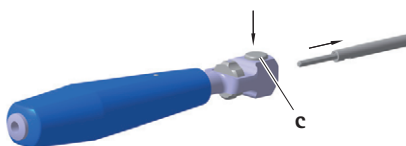

Fig. 2
- ▶ Premere il pulsante **c** e rimuovere l'impugnatura **1**, vedere Fig. 2.